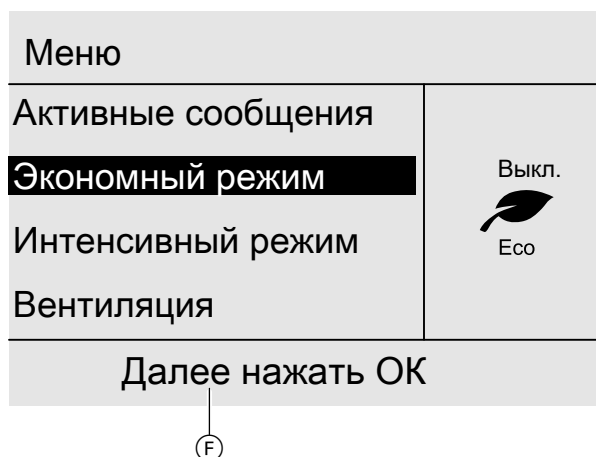

Рис. 3
2. Нажать кнопку ☰. Происходит вход в расширенное меню: см. предыдущий раздел. Выбранный пункт меню выделен черным фоном. В диалоговой строке ⓕ появляются указания к выполняемым действиям: см. рис. 3.